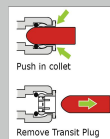

Fig. 1
- Retirez tous les bouchons de transport à l'arrière de l'appareil (Fig. 1)